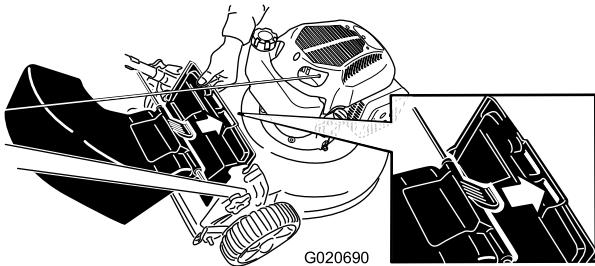

Figura 23
- Inserite la linguetta del deflettore di scarico posteriore nella fessura destra del deflettore posteriore (Figura 23).